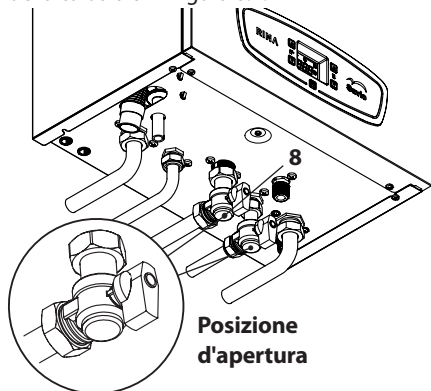

Figura 6.1
- Aprire il rubinetto del contatore gas e quello della caldaia 8 in Figura 6.1.